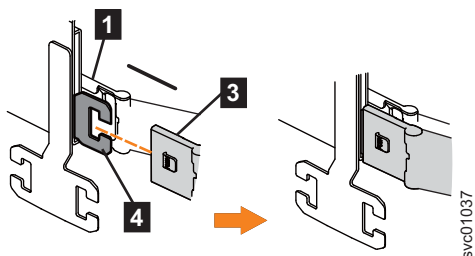

Figure 75. Installation du connecteur externe de l'élément supérieur du bras de routage des câbles sur l'élément externe de la glissière de support
3. Installez le connecteur externe de l'élément supérieur du bras de routage des câbles (**3**) sur l'élément externe de la glissière de support gauche (**4**), comme indiqué dans la figure 75.